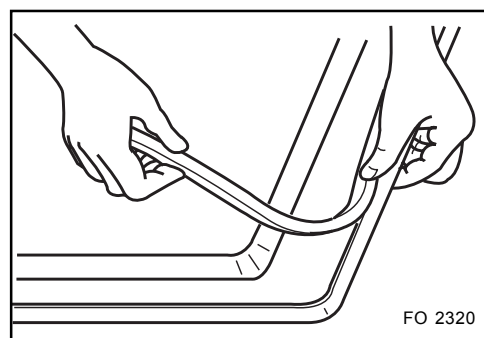

Fig. 15
- 2) Posizionate la guarnizione sul bordo inferiore del piano di vetro come descritto nella Fig. 15.